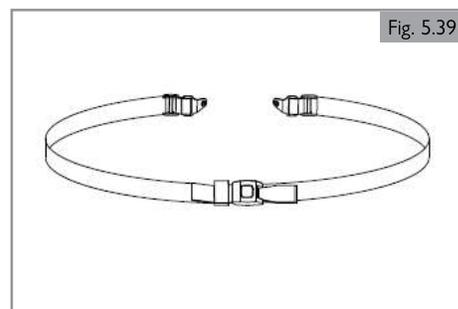

Fig. 5.39
1. Desserrez (A) d'un tour.
2. Ajustez (B) à la position désirée.
3. Resserrez (A).
5.13 Ceinture de sécurité / Ceinture de positionnement (Fig. 5.39)**⚠ DANGER / AVERTISSEMENT !**